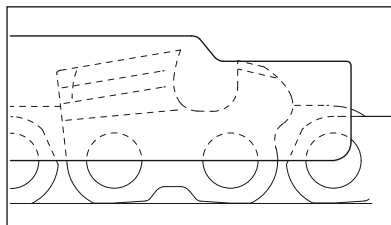

Рис. 83
- Наложите на пильную цепь опилочный шаблон – наивысшая точка ограничителя глубины должна находиться на одном уровне с опилочным шаблоном (рис. 83)